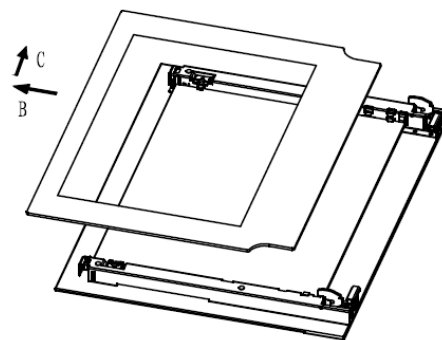

Fig.2
2. Медленно выньте внутреннее стекло (рис.2).